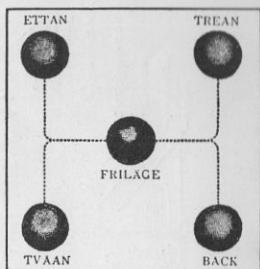

Fig. 3.
1. Tillså att växelspaken står i friläge, d. v. s. så, att den kan föras c:a 5 cm. i sidled (se fig. 3).
2. För därefter in växelspaken i det önskade läget (se fig. 3). Detta underlättas i hög grad genom att samtidigt lätta på kopplingspedalen och minska motorns varv.
Traktorn är försedd med tre olika utväxlingar (växlar) för gång framåt samt back. Man startar alltid traktorn på den växel, som är avsedd att användas för ändamålet, d. v. s. företrädesvis 2:dra växeln (plöjningsväxeln), 1:sta växeln behöver endast sällan användas. 3:dje växeln användes för tomkörning. Växelspakens lägen för de olika växlarerna framgå av fig. 3.